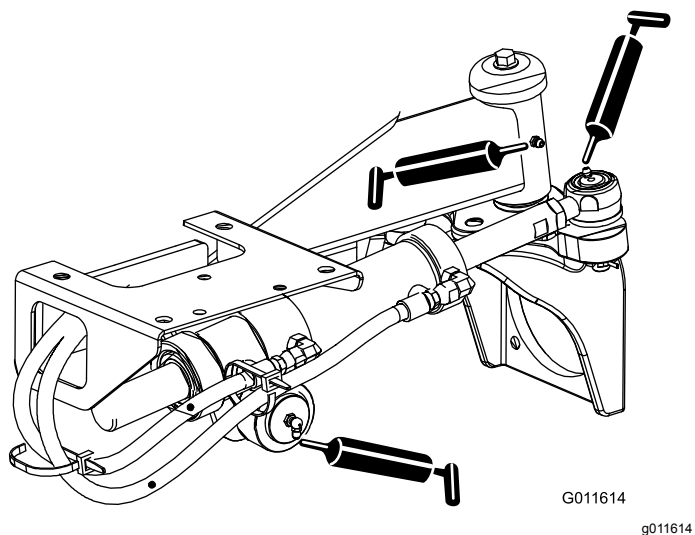

Figura 52
- Giunti a sfera del cilindro di sterzo (2) e assale posteriore (1) - Figura 52